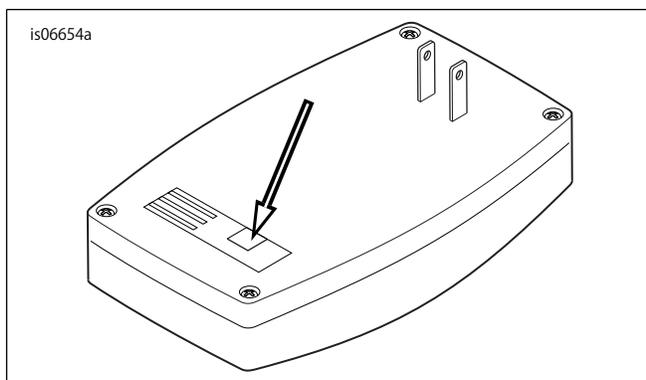

図2. ガレージドアオープナーレシーバー、背面図
7. 「図2」を参照。ハーレーダビッドソンガレージドアオープナーレシーバーのケーブルアセンブリーのコネクタを、図に示す位置のハーレーダビッドソンガレージドアオープナーレシーバーの背面に差し込みます。